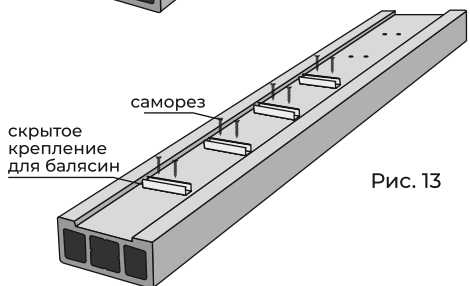

Рис. 13
Просверливаем отверстия сверлом (12), закрепляем крепления блясин (5) саморезами (11) (Рис. 13).